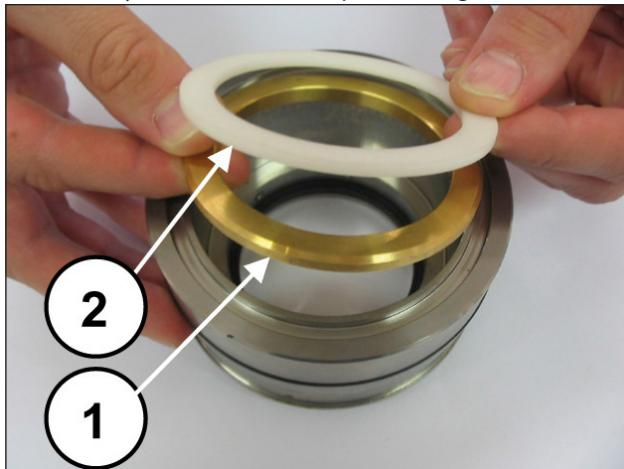
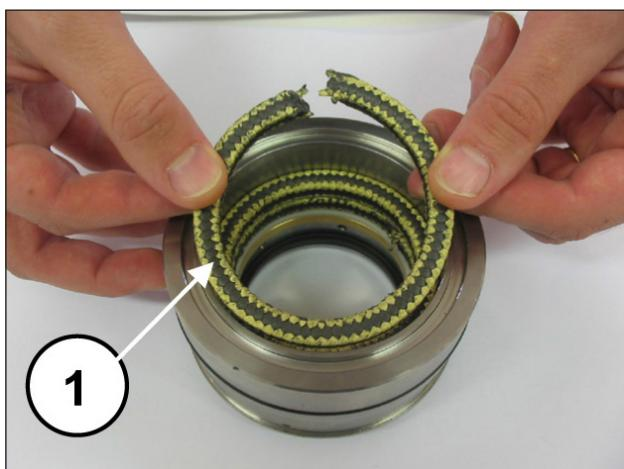
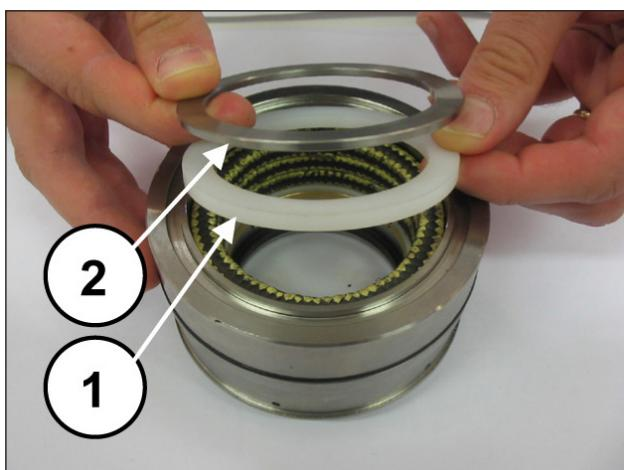

Fig. 197
Fig. 198
Fig. 199
Montar el anillo de soporte, el anillo antiextrusión (pos. ①②, Fig. 197), los tres anillos de estanqueidad KC de manera que los cortes formen un ángulo de 120° (pos. ①, Fig. 198), el anillo de retén KC y el anillo del muelle (pos. ①②, Fig. 199).